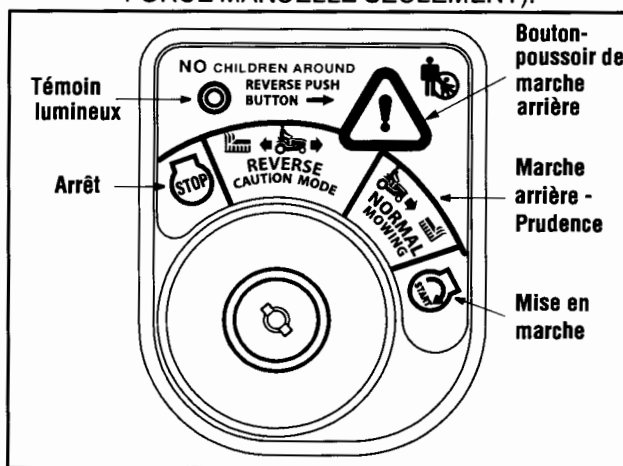

Figure 8
2. Déplacez la clé de la position « **NORMAL MOWING** » (Verte) (Tonte normale) à la position « **REVERSE CAUTION MODE** » (Jaune) (Marche arrière - Prudence). Voir la Figure 8.
3. Appuyez sur le **BOUTON-POUSOIR DE MARCHÉ ARRIÈRE** (Bouton triangulaire orange) dans le coin supérieur droit du module d'allumage. Le témoin lumineux rouge dans le coin supérieur gauche s'allume quand la marche arrière est embrayée. Voir la Figure 8.